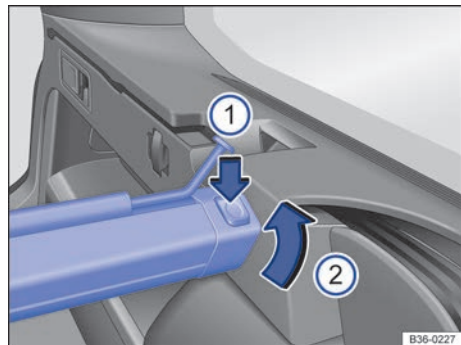

Fig. 127 En el maletero: desmontar la red de separación.
- Presione la tecla de desbloqueo izquierda o derecha → fig. 127  en el sentido de la flecha.
- Extraiga la carcasa del soporte en el sentido de la flecha → fig. 127 .
- Presione la carcasa en los soportes izquierdo y derecho en el sentido contrario al de la flecha → fig. 127 .
En las teclas de desbloqueo → fig. 127  no deberá verse una marca roja.